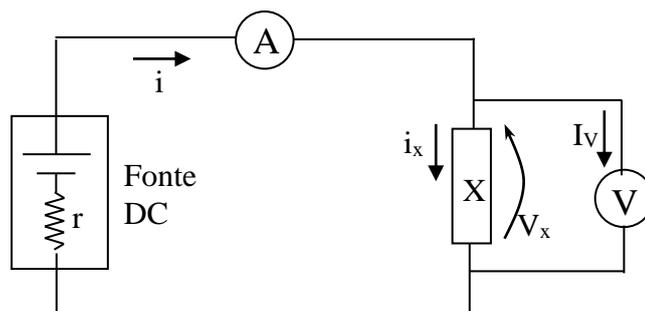

Figura 2: Primeiro circuito sugerido para se obter a resistência de um resistor.
- Em seguida, monte um circuito conforme ilustrado na Figura 2, usando cada um dos resistores (representado por **X** na Figura) por vez.
Monte o circuito da Figura 2. Varie o valor de tensão da fonte, no intervalo orientado pelo professor, totalizando cerca de 15 medidas distribuídas nesse intervalo. Para cada valor de tensão da fonte, anote os valores de queda de tensão V_x no resistor. Anote as escalas de leitura do voltímetro e amperímetro e as incertezas nessas escalas de leitura, de acordo com o manual.
- b) Utilize o valor medido de i e da queda de tensão V_X sobre o resistor (circuito da Figura 2) para calcular o valor de R_X . Calcule a incerteza no valor de R_X utilizando a propagação de erros.